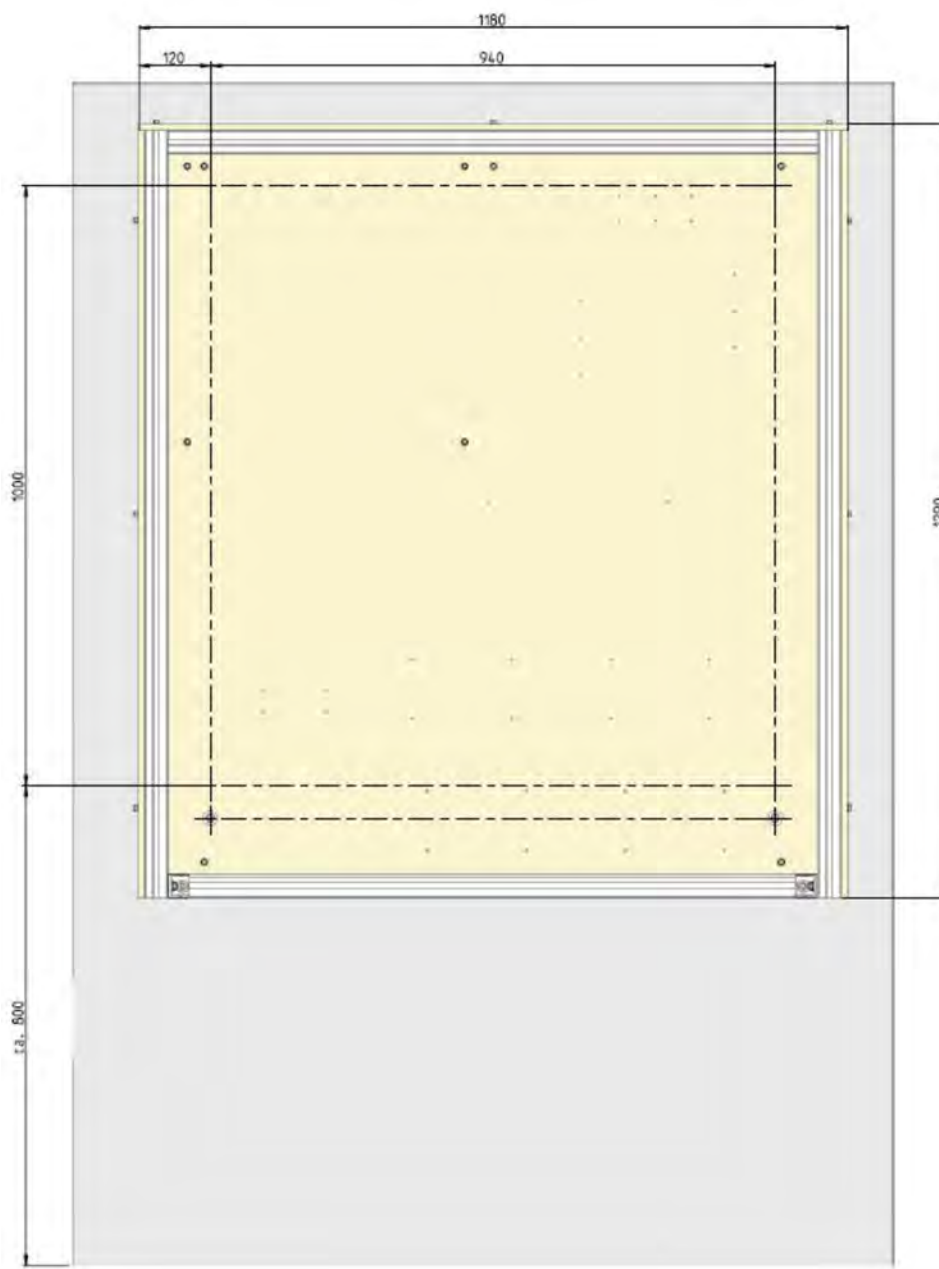

Abb. 11: Montageschema
2. Bohrlöcher gemäß Schema Abb. 11 an der Wand markieren.